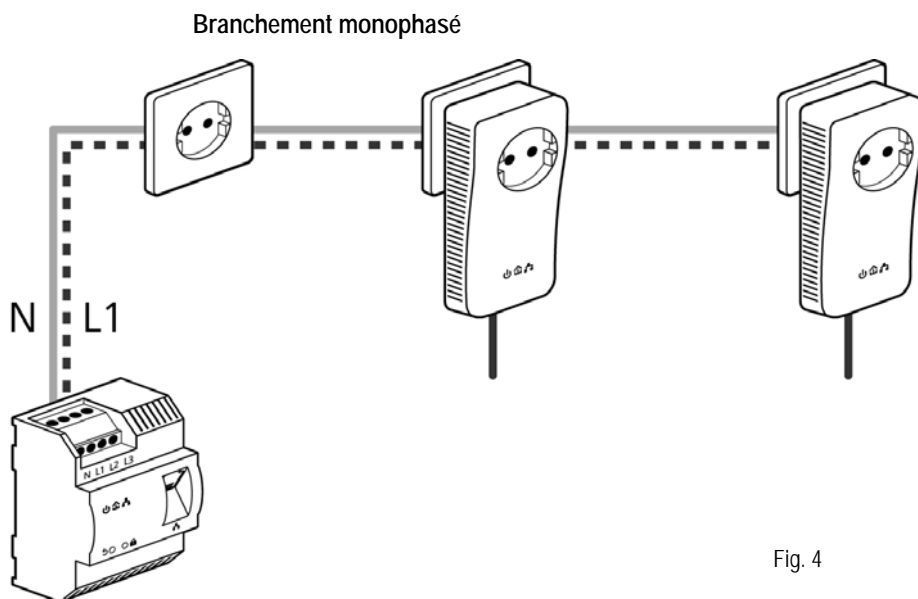

Fig. 4
- Branchement monophasé : le conducteur de neutre et le conducteur de phase sont branchés sur les bornes N et L1 (voir la fig. 4).